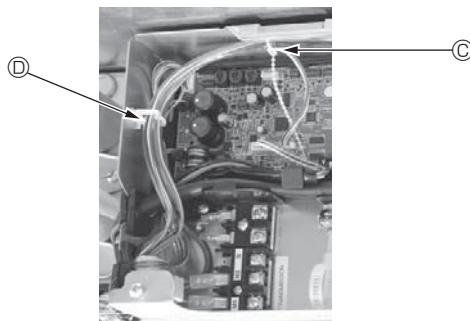

Fig. 5-15
- Coloque las partes sobrantes de los cables de enlace del sensor i-See y del receptor de señales en la caja de componentes eléctricos en el clip para cables de la forma mostrada en el diagrama, y sujetelos los cables con el remache. (Fig. 5-15)